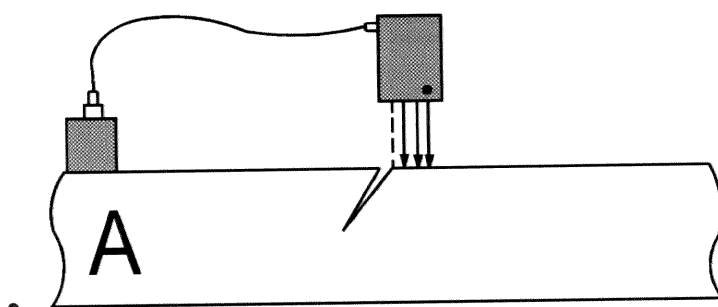

Fig. 9: セットアップ A : 1回目のゼロ測定
- アングルプロブ、参照用割れ TP そして外設磁極付き電極をセットアップ A (Fig.9) のように配置します。その時、割れを介して、外設磁極付き電極の反対側に4ピン全てを配置するようにします。電流印加ピン（プロブ上の赤点付き）は外側に配置されています。内側の電圧測定ピンを割れに近づけます。全てのピンは割れの無い部分に置きます。